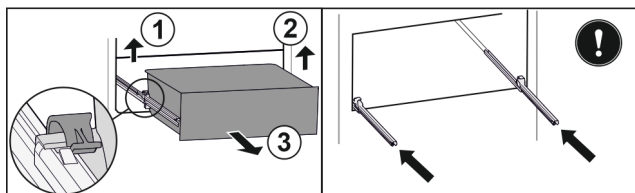

Fig. 88
- ▶ Sollevare il morsetto sinistro e allo stesso tempo tirare in avanti il cassetto sinistro. Fig. 88 (1)
- ▶ Sollevare il morsetto destro e allo stesso tempo tirare in avanti il cassetto destro. Fig. 88 (2)
- ▶ Rimuovere il cassetto tirandolo in avanti. Fig. 88 (3)